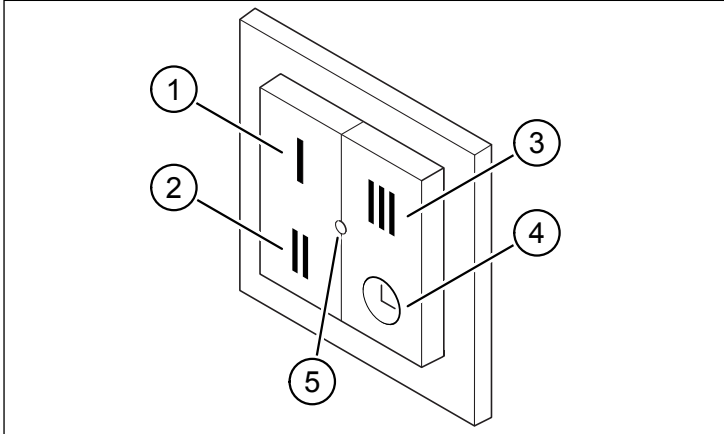

Abb. 1: 4-fach Funktaster
Mit den Bedientasten (Pos. 1 bis Pos. 4 in Abb. 1) lassen sich vier unterschiedliche Lüftungsstufen/-programme aktivieren. Die LED (Pos. 5 in Abb. 1) signalisiert Betriebszustände von Funktaster und Lüftungsgerät.
- ▶ Drücken Sie am Funktaster gleichzeitig die Tasten I und III bzw. II und ⌚, bis das Lüftungsgerät 2 Mal piept und die Status-LED (Pos. 5 in Abb. 1) am Funktaster 2 Mal grün blinkt.
- ▶ Wählen Sie am Funktaster mit den Tasten I, II, III oder ⌚ die/das gewünschte Lüftungsstufe/-programm (siehe Abb. 1).
Die Status-LED (Pos. 5 in Abb. 1) kann nach einem Tastendruck folgende Rückmeldungen absetzen: